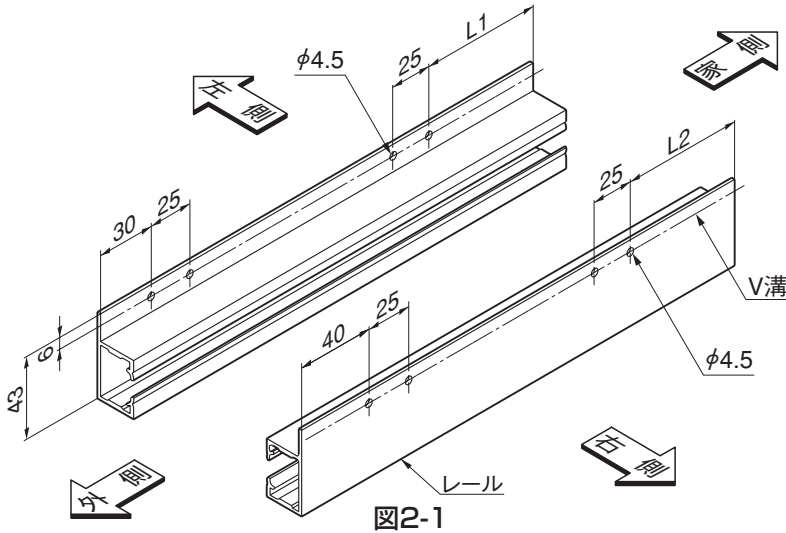

図2-1
- ① 図2-1、表2-1を参照して、V溝にφ4.5の孔をあけてください。